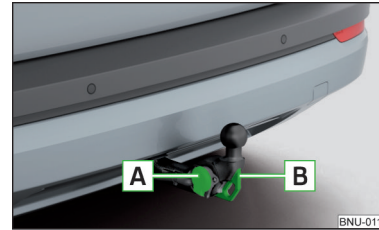

Abb. 299
- Die Abdeckkappe der Steckdose aufklappen und den Stecker des Anhängers (des Zubehörs) in die 13-polige Steckdose **A** einstecken » Abb. 299. (Wenn der Anhänger/das Zubehör über einen 7-poligen Stecker verfügt, einen Adapter aus dem ŠKODA Original Zubehör verwenden).